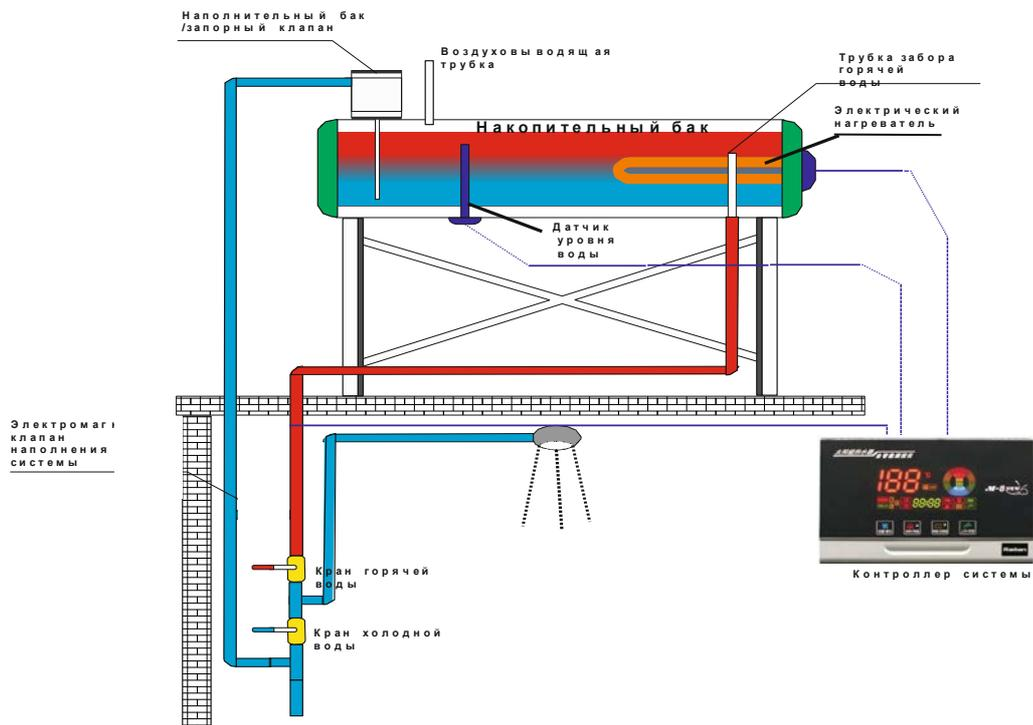

Рис. 2.2 Схема безнапорной системы с механическим наполнением бака
1. Схема с механическим поддержанием уровня воды в баке **Рис. 2.2** (с установкой поплавкового наполнительного бака) – **электромагнитный клапан не устанавливать!** Все функции по автонаполнению бака водой в этом случае возлагаются на поплавковый наполнительный бак.